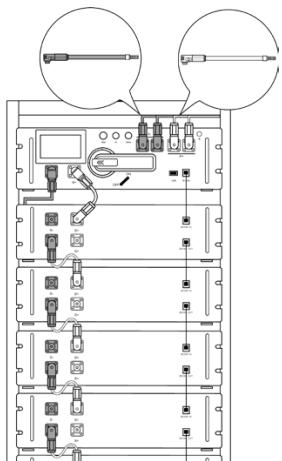
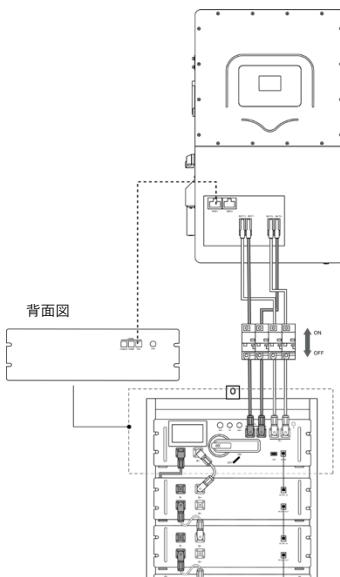

図 1-5
図 1-6
3. PCSへの接続：図 1-5 および図 1-6 を参照してください。